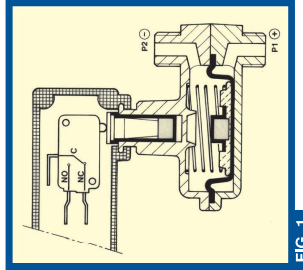
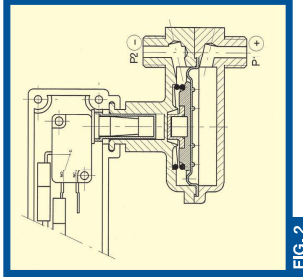

FIG. 1
FIG. 2
**PRINCIPIO DI FUNZIONAMENTO** La differenza di pressione  $\Delta p = p_1 - p_2$  muove una membrana che a sua volta trasforma con un piattello entro il quale si trova un magnete permanente. Il movimento della membrana è ostacolato da una molla di contrasto dimensionata secondo le caratteristiche d'intervento del pressostato (vedi Tab. 1). Un secondo magnete si trova entro il pistoncino di azionamento del microinterruttore. Quando la differenza di pressione  $\Delta p$  ha raggiunto il valore d'intervento, il movimento della membrana ha avvicinato i due magneti ad una distanza tale che la loro mutua forza di repulsione è superiore alla forza di scatto del microinterruttore, ottenendo così la commutazione (Fig. 2). Quando la differenza di pressione  $\Delta p$  diminuisce e va sotto il valore di ritorno, i due magneti si riallontanano e il pulsante del microinterruttore ritorna in posizione normale (Fig. 1).
**OPERATING PRINCIPLE** The difference in pressure that is generated,  $\Delta p = p_1 - p_2$ , moves a diaphragm that pulls a small cap containing a permanent magnet. Diaphragm movement is obstructed by an antagonistic spring which are sized depending on the intervention characteristics specific to the pressure switch (see Tab. 1). Another magnet is in the microswitch drive piston. Whenever the pressure difference  $\Delta p$  reaches the intervention value, the diaphragm movement will approach the two magnets to a distance where their mutual repulsion force is greater than the tripping force of the microswitch push-button and this will cause switching to take place (Fig. 2). When the pressure difference  $\Delta p$  decreases and drops below the return value, the two magnets move away from each other and the microswitch push-button returns to its normal position (Fig. 1).
**FUNKTIONSWEISE** Der entstehende Druckunterschied  $\Delta p = p_1 - p_2$  bewegt eine Membran, die einen Teiler mitmagnet, in dem sich ein Dauermagnet befindet. Die Bewegung der Membran wird durch eine Kontrastfeder gebremst, die je nach den Anspruchsmerkmalen des Druckwächters ausgelegt ist (siehe Tab. 1). Ein zweiter Magnet befindet sich im Schaltkolben des Mikroswitchers. Hat die Druckunterschied  $\Delta p$  den Auslösewert erreicht, hat die Bewegung der Membran die beiden Magneten soweit angenähert, daß ihre gegenseitige Abstößkraft größer wird als die Auslösekraft der Mikroswitcherlaste; somit erfolgt die Umschaltung (Abb. 2). Reduziert sich der Druckunterschied  $\Delta p$  und sinkt unter den Rücknahmewert ab, so entfernen sich die beiden Magnete wieder und die Mikroswitcherlaste kehrt in die Ausgangsstellung zurück (Abb. 1).
**PRINCIPE DE FONCTIONNEMENT** La différence de pression  $\Delta p = p_1 - p_2$  déplace une membrane qui porte à son tour un PETT disque sur lequel se trouve un aimant permanent. Le mouvement de la membrane est freiné par un ressort dont le tarage varie en fonction des caractéristiques d'intervention du pressostat (voir Tab. 1). Un second aimant se trouve entre sur le piston du micro-interrupteur. Lorsque la différence de pression  $\Delta p$  a atteint le seuil de déclenchement, le déplacement de la membrane est tel qu'il a rapproché suffisamment les deux aimants pour que la force de répulsion soit supérieure à la résistance du micro-interrupteur, créant ainsi le contact. (Fig. 2). Lorsque la différence de pression  $\Delta p$  descend en dessous de la valeur de retour, les deux aimants s'éloignent et le mécanisme du micro-interrupteur retourne en position normale (Fig. 1).
**PRINCIPIO DE FUNCIONAMIENTO** La diferencia de presión  $\Delta p = p_1 - p_2$  mueve un diafragma que a su vez arrastra consigo una cápsula que aloja un imán permanente. El movimiento del diafragma es obstaculado por un muelle antagonista dimensionado de acuerdo con las características de intervención del presostato (véase Tabla 1). Un segundo imán se encuentra dentro del pistón de accionamiento del microinterruptor. Cuando la diferencia de presión  $\Delta p$  alcanza el valor de intervención, el movimiento del diafragma aproxima los dos imanes a una distancia tal que su fuerza mutua de repulsión es superior a la fuerza de accionamiento del microinterruptor, produciéndose así la conmutación (Fig. 2). Cuando la fuerza de presión  $\Delta p$  disminuye hasta quedar por debajo del valor de retorno, los dos imanes vuelven a alejarse y el botón del microinterruptor vuelve a su posición normal (Fig. 1).